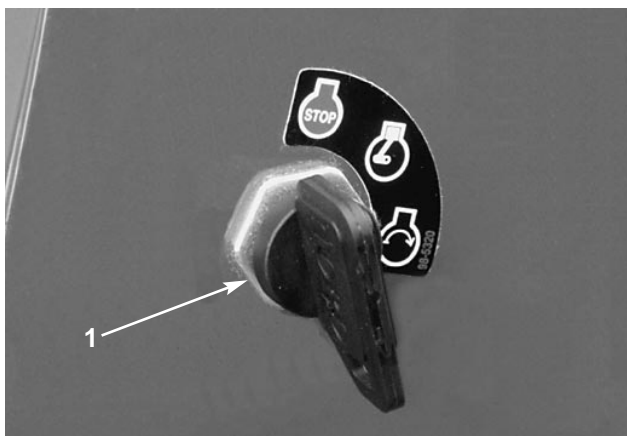

Fig. 9
**Interruttore di accensione** (Fig. 9)—L'interruttore di accensione viene utilizzato per avviare ed arrestare il motore, con tre posizioni: OFF, RUN (marcia) e START. Per avviare il motorino di avviamento girare la chiave in senso orario (posizione START), e rilasciarla quando il motore si avvia; la chiave ritorna automaticamente in posizione ON. Per spegnere il motore, girare la chiave in senso antiorario, in posizione OFF.